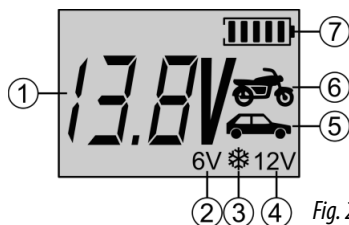

Fig. 2 : écran
Le symbole de batterie (7) (Fig. 2 : écran) affiché sur l'écran indique l'état de charge actuel de cette dernière.